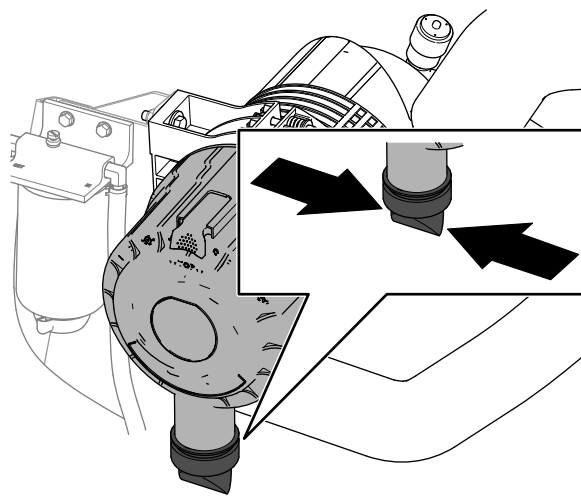

Figure 62
4. Pressez la valve d'éjection des poussières (Figure 62).